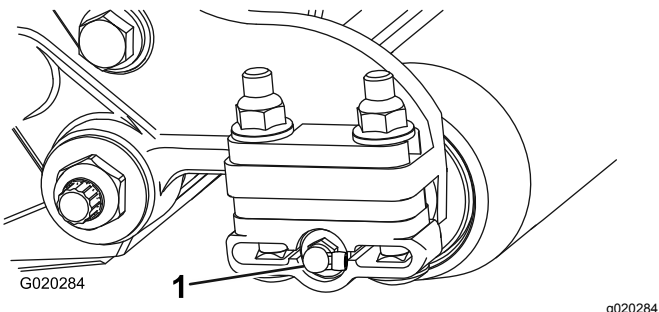

図 9
15. **18" カuttingユニットの場合のみ** ローラブラシハウジングの近くにあるグリスフィッティングストレーツを外して、代わりに90°フィッティングを取り付ける 図 9。